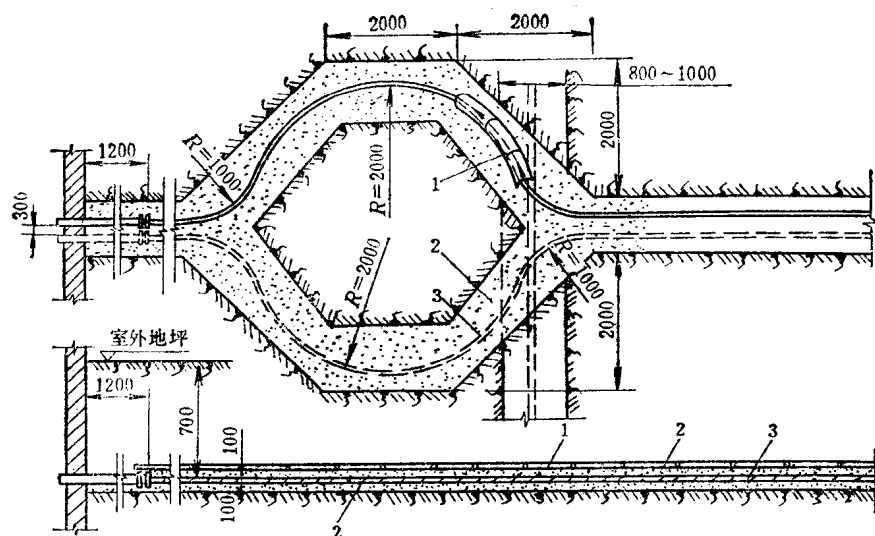

图 1-2
2. 划线、挖沟 进入建筑物前,电缆要留有一定长度的备用量。进建筑物前挖沟尺寸如图1-2所示。